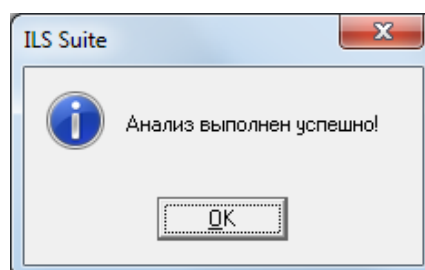

Рис. 13-571 – Окно «Анализ надежности (расчет)»
- 3) Открывается окно «Расчет ЭТХ по парку» (рис.13-571).